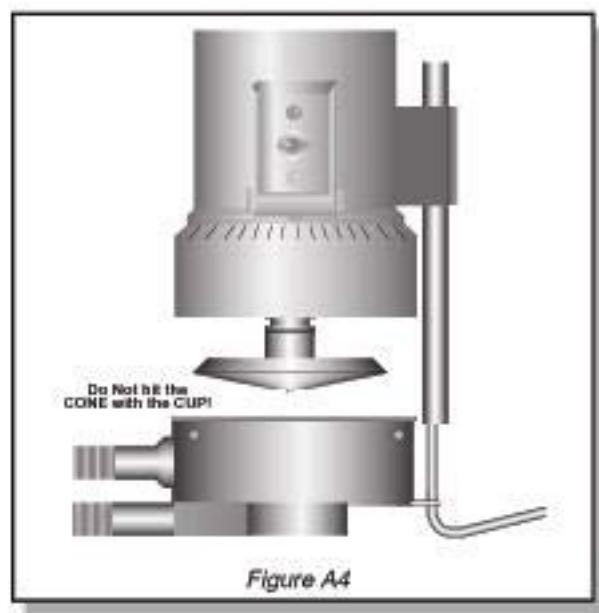

Figure A4
5. Fixer le plateau en évitant soigneusement de cogner le cône avec le plateau. (**Figure A4**).